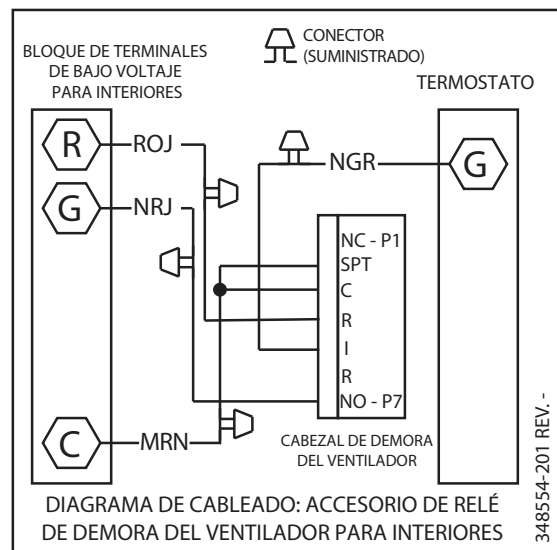

Fig. 1: Conexión típica del cableado del relé de demora
3. Consulte Fig. 1 para obtener información sobre las conexiones de cableado.
4. Conecte el cable rojo del relé de demora (R) al terminal R de la placa del terminal de bajo voltaje en el serpentín o el calefactor.
6. Empalme el cable del terminal del termostato G con el cable negro (I) del relé de demora.
7. Conecte el cable naranja del relé de demora (NO) al terminal G en la placa de terminales de bajo voltaje.